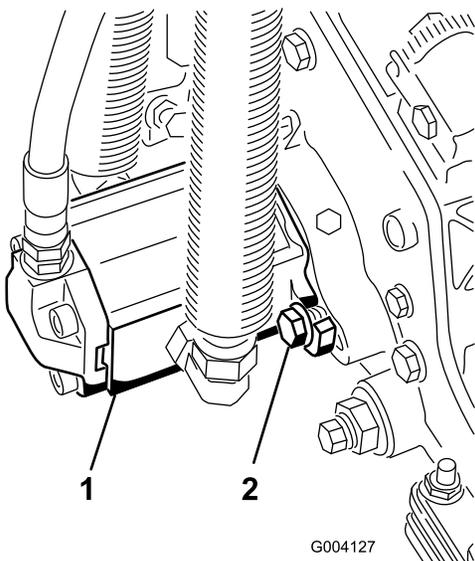

図 13
16. モータを手を持ち、右回りにひねってモータのフランジをボルトから逃がしながら、キャップスクリューにモータをセットする(図13)。モータを左回りにひねって、ボルトに